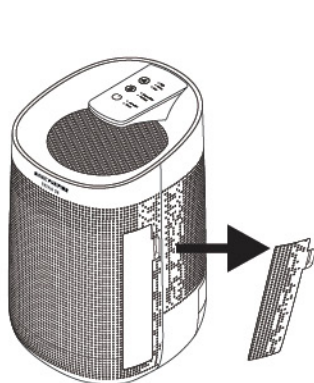

fig. 1
1. Ziehen und heben Sie an um die Filterabdeckung (fig. 1) zu öffnen.